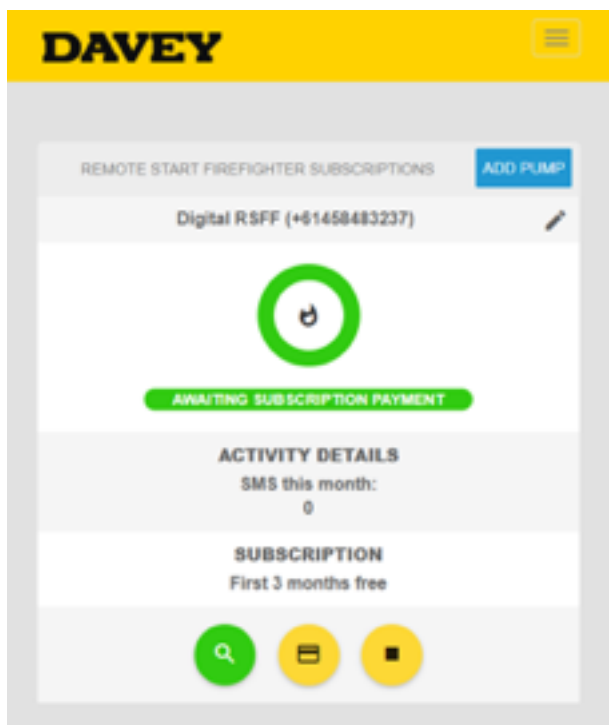

Figura 7.16
- > Dopo aver registrato con successo l'account e la scheda SIM della pompa, apparirà la schermata seguente *Figura 7.16*;